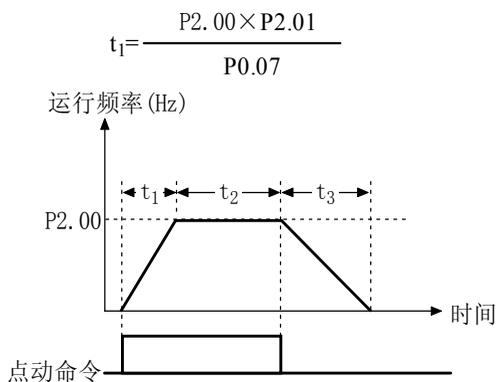

图 5-2-1 点动运行参数说明
- ◆ 如图 5-2-1 所示， t_1 、 t_3 为实际运行的点动加速和减速时间， t_2 为点动时间，P2.00 为点动运行频率。